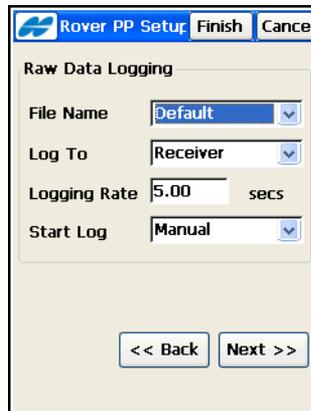

Abbildung 4-33. Rover PP-Setup
6. Stellen Sie im Bildschirm *Rover PP-Setup* (Abbildung 4-33 auf Seite 4-29) die Aufzeichnungsparameter für den Rover ein: Dateinamen, Intervall und das Speicherziel für die Rohdaten (zurzeit kann nur der Empfänger gewählt werden). Bestimmen Sie, ob die Aufzeichnung manuell oder automatisch bei der Datenerfassung gestartet werden soll. Tippen Sie auf **Weiter**.
2. Legen Sie die Aufzeichnungsparameter für den Roverempfänger fest: Dateinamen, Intervall und das Speicherziel für die Rohdaten (zurzeit kann nur der Empfänger gewählt werden). Bestimmen Sie, ob die Aufzeichnung manuell oder automatisch bei der Datenerfassung gestartet werden soll (Abbildung 4-33 auf Seite 4-29). Tippen Sie auf **Weiter**.